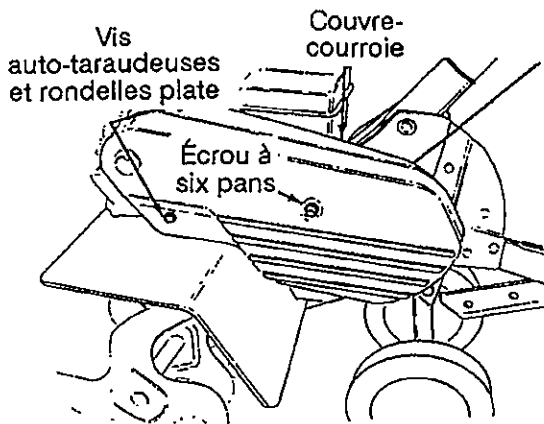

FIGURE 15
- a. Enlevez les deux vis auto-taraudeuses et les rondelles plates sur l'avant du couvre-courroie. Voir la figure 15.